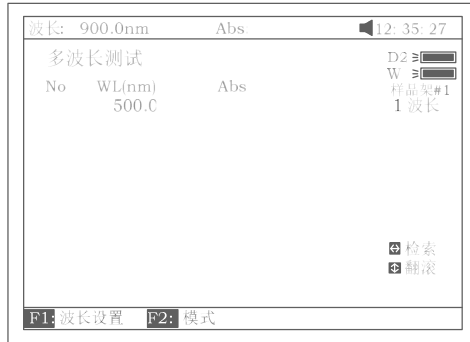

图 68
主界面中按【6】直接进入“多波长测量”界面如图 68 所示。按【ESC/STOP】退回到主界面..
- b. 图 68 中，按【LOAD】键，再按【^】或【v】键选择后缀扩展名为\*\*\*.mul 的文件，按【ENTER】确认即调出已存的测试结果